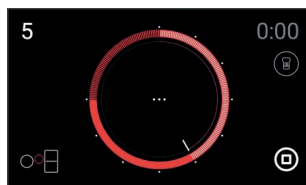
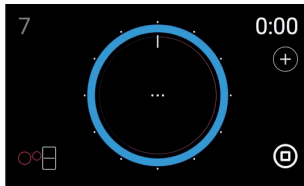

рис. 5
рис. 6
1 Выберите зону, на которой будете готовить, нажав на нее в любой точке. Красным цветом засветится ограждающий конфорку контур. После выбора конфорки произойдет автоматический переход к окну «Выбор мощности» (рис. 5).
2 Скользящим пальцем по кольцу выбора мощности или касанием его в любой точке можно выбрать либо желаемую мощность в пределах от 0 до 9, либо функцию «Мощность» (последняя четверть кольца выбора мощности). После того, как нужный уровень мощности будет выбран, его будет можно видеть в левой верхней части экрана (рис. 5).
(рис. 5), для выключения конфорки проведите пальцем по кольцу выбора мощности, чтобы достичь нулевого уровня, или нажмите на значок ее выключения .
1 Коснитесь значка 0:00 (рис. 5). Кольцо выбора мощности изменит свой цвет на синий, что укажет на возможность доступа к этой функции. Внутри него автоматически появится красное кольцо потоньше, указывающее выбранный уровень мощности (рис. 6).
Если необходимо снова отрегулировать уровень мощности, нажмите на индикатор уровня мощности в верхней левой части экрана (рис. 6).
- 2 Коснитесь значка 0:00 (рис. 5), а затем проведите пальцем по кольцу таймера для изменения запрограммированного времени.
- 2 Коснитесь значка 0:00 (рис.5), а затем проведите пальцем по кольцу таймера для установки запрограммированного времени на 00:00. Таймер будет выключен.
В окне «Выбор мощности» (рис. 5), находится значок iCooking , у которого имеются особые функции (рис. 8), помогающие повару готовить пищу.